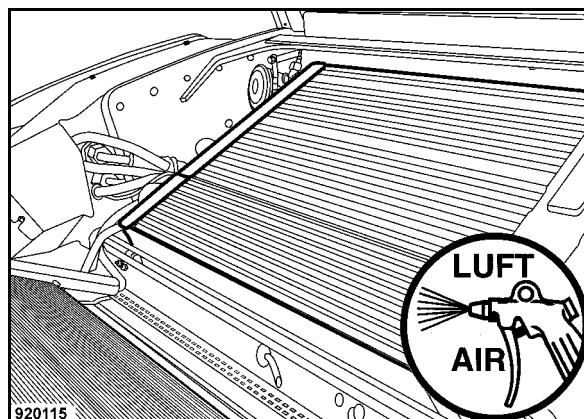

Fig. 133
- Soffiare aria compressa (Fig. 133) attraverso il radiatore per pulirlo. Eliminare le impurità soffiate dentro il vano motore.